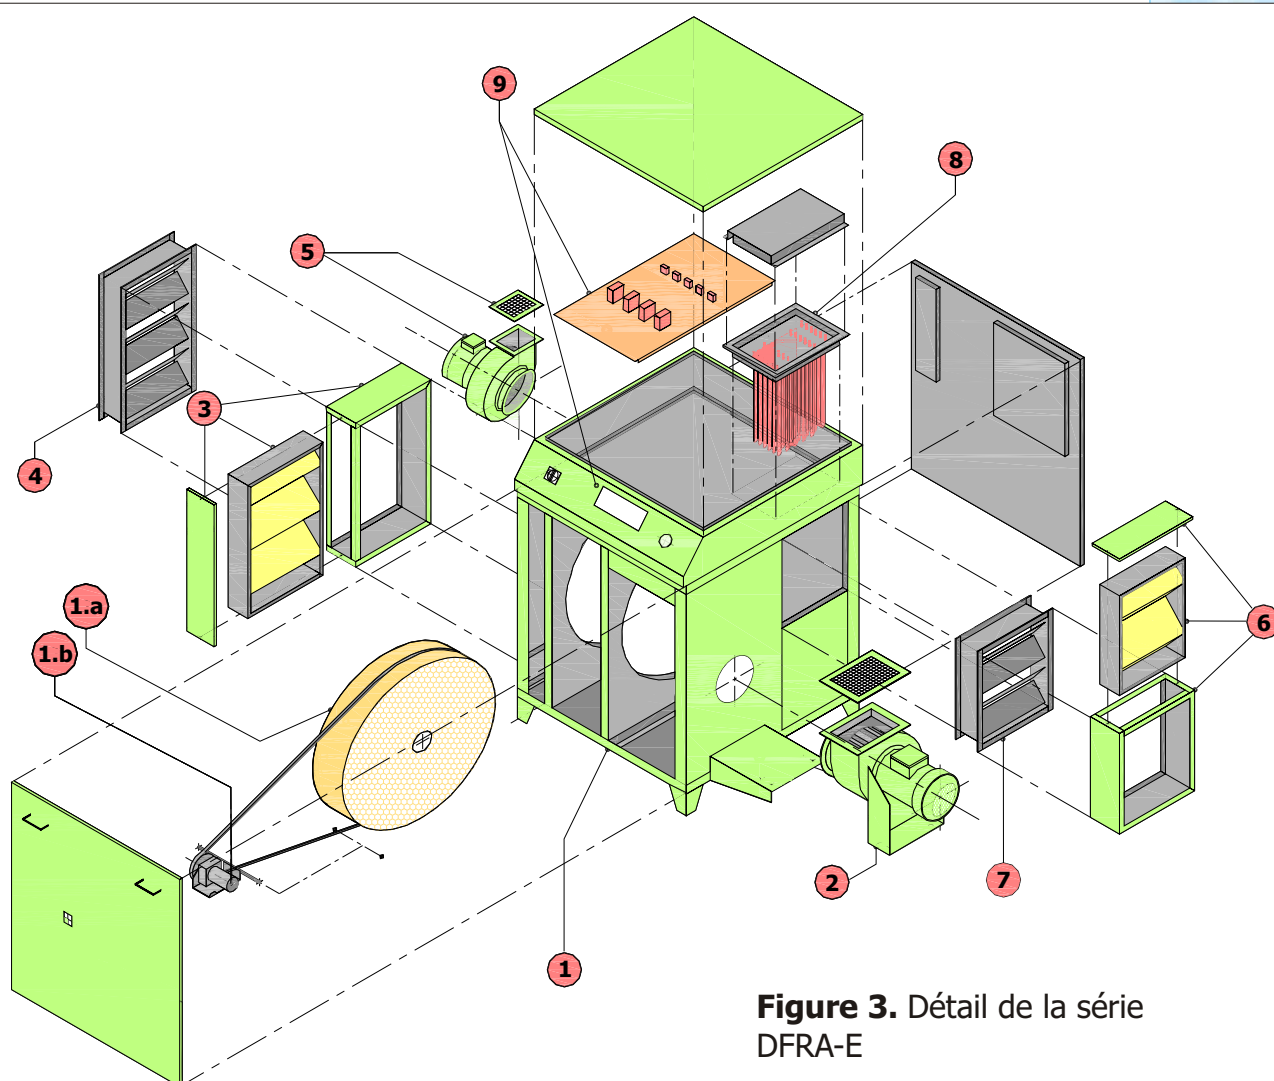

Figure 3. Détail de la série DFRA-E
4.3 Design du déshydrateur et identification de ses composants. (Fig.3).